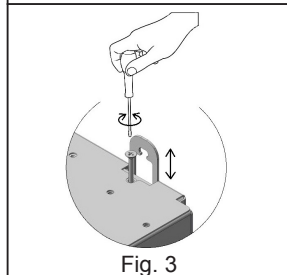

Fig. 3
- б) Выравнивающий задний кронштейн с креплением на клиновые анкера в комплекте (Рис. 3).